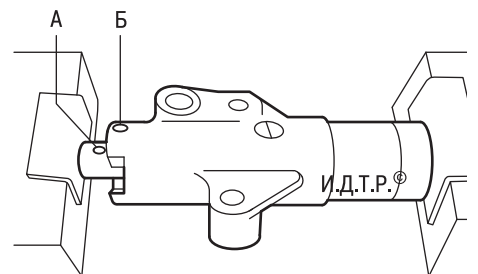

Рис. 5.26. Совмещение отверстий для фиксации штока натяжителя
13. Медленно сжимая натяжитель в тисках с накладками из мягкого материала, утопите шток автоматического натяжителя до совпадения отверстия **А** (рис. 5.26) в штоке с отверстием **Б** в корпусе, после чего вставьте в совмещенные отверстия подходящий штифт или проволоку (достаточно жесткую) диаметром 2 мм.